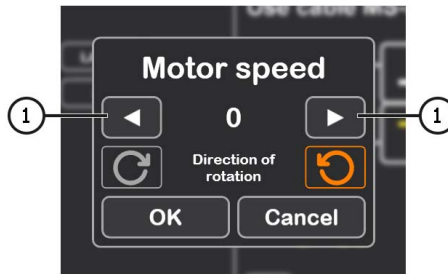

Abbildung 26
4.1. Nach Aktivierung des Diagnosemodus wird das Fenster zur Vorprüfung des Generators geöffnet, siehe Abb. 26.
4.2. Mit den Bedientasten des Generatorantriebs (siehe Pos. 1, Abb. 26) die Drehzahl der Generatorscheibe auf 100 bis 150 U/min einstellen.
4. Vor der Aktivierung des Diagnosemodus wird das Fenster zur Vorprüfung des Generators geöffnet, siehe Abb. 26.
4.1. Mit den Bedientasten des Generatorantriebs (siehe Pos. 1, Abb. 26) die Drehzahl der Generatorscheibe auf 100 bis 150 U/min einstellen.
5. Nach Betätigung der Taste „Automatic test“ (Automatischer Test) wird das Fenster zur Vorprüfung des Generators geöffnet, siehe Abb. 26.
5.1. Mit den Bedientasten des Generatorantriebs (siehe Pos. 1, Abb. 26) die Drehzahl der Generatorscheibe auf 100 bis 150 U/min einstellen.
5. Drücken Sie die Taste „**Manual test**“ (**Manueller Test**); das Fenster zur Vorprüfung des Generators wird geöffnet, siehe Abb. 26.
6.1. Mit den Bedientasten des Generatorantriebs (siehe Pos. 1, Abb. 26) die Drehzahl der Generatorscheibe auf 100 bis 150 U/min einstellen.